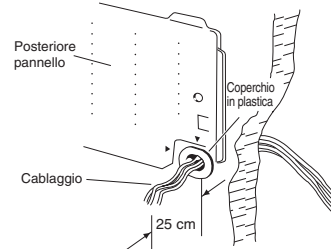

Fig. 3-50
- (3) Inserire i cavi di alimentazione fra un'unità e l'altra nel tubo in PVC attraverso il muro. Portare i fili di alimentazione nella stanza lasciando un'estensione di circa 25 cm dai davanti del muro. (Fig. 3-50)